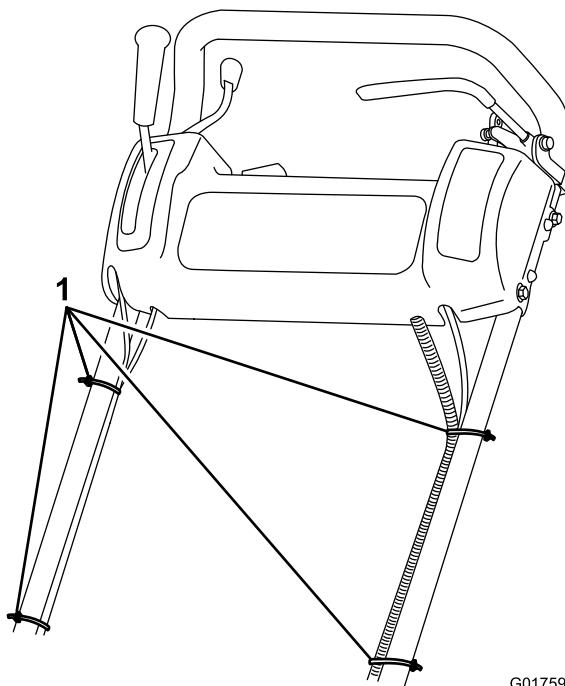

図4
- ケーブルタイを使って制御用ケーブルとワイヤーハーネスをハンドルに固定する(図4)。